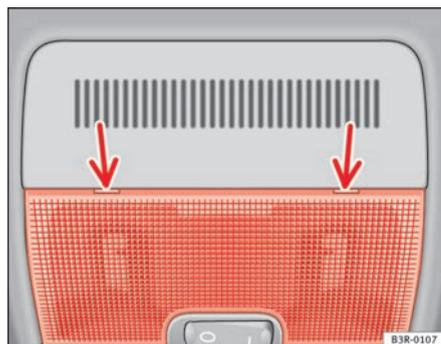

Fig. 81 Détail du ciel de pavillon : point de placement du tournevis
- Introduisez avec précaution la lame plate d'un tournevis (compris dans l'outillage de bord) au niveau de la partie arrière du verre du plafonnier ⇒ fig. 81.